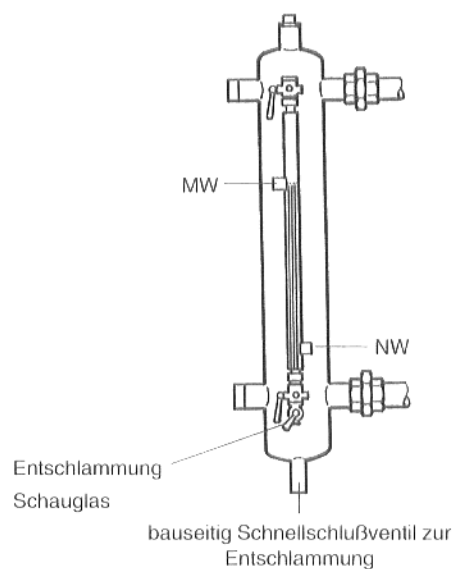

Abb. 37 Dampfflasche
- Die Dampfflasche ist an den in Abb. 37 gezeigten Punkten durch Öffnen der Ventile zu entschlammern.